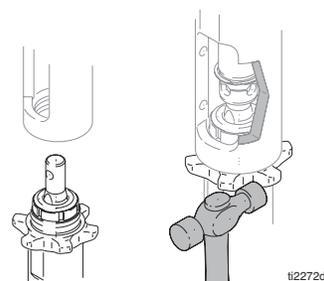

FIG. 10
1. Fig. 10. Avvitare il dado di blocco alla parte inferiore delle filettature della pompa. Avvitare completamente la pompa nel collettore. Svitare la pompa dal collettore fino a che l'uscita della pompa non si allinea con il flessibile. Serrare a mano il dado di blocco, quindi batterlo da 1/8 ad 1/4 di giro con un martello fino a circa 270 N.m.